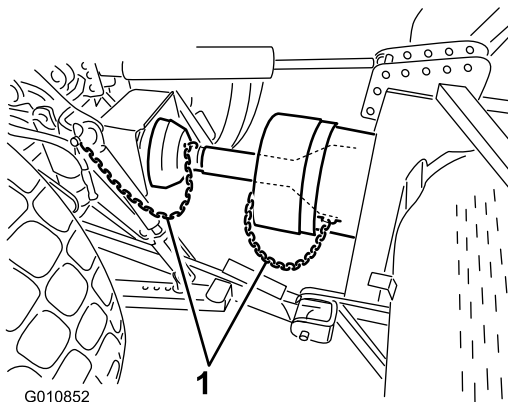

Figura 19
6. Ligue as correntes de segurança da protecção à protecção da tomada de força e ao suporte do tractor (Figura 19). Verifique se as correntes ainda ficam com folga quando o arejador sobe ou desce.